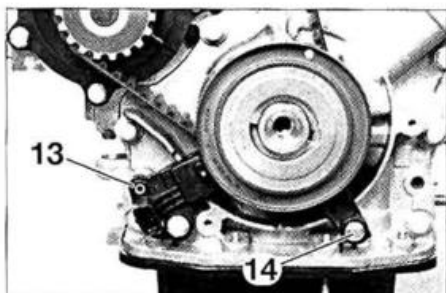
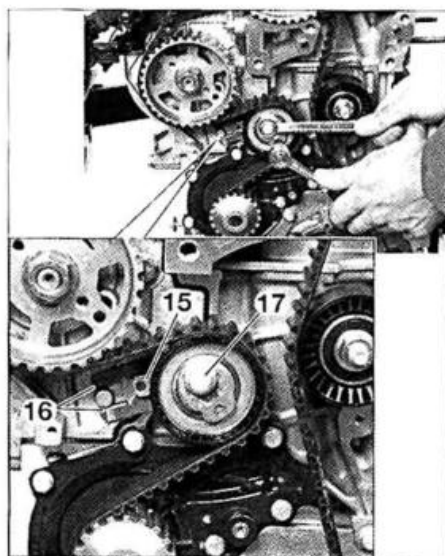

FIG. 11
FIG. 13
- Desmontar (fig. 11):
- el captador de régimen motor (13).
- la escuadra antidecalado (14).
- Montar (fig. 11):
• Con una llave hexagonal, llevar el índice (15) (fig. 13) del rodillo tensor al centro de la zona de control (16) girando el tensor en el sentido antihorario.
• Apretar el tornillo (17) al par prescrito.
- Comprobar el posicionado del índice (15) (fig. 13) que debe encontrarse en la zona de control (16). En caso contrario, retomar la operación de montaje.
- Comprobar el posicionado del índice (15) (fig. 13) que debe encontrarse en la zona de control (16). En